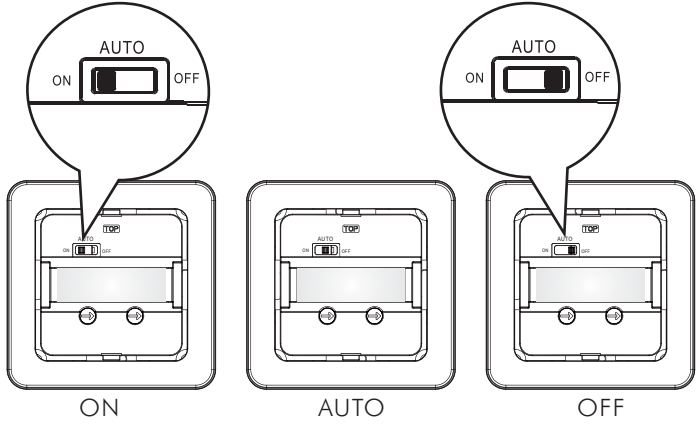

FIG. 10
3.1.2 Omkopplarens funktion (se FIG. 10)